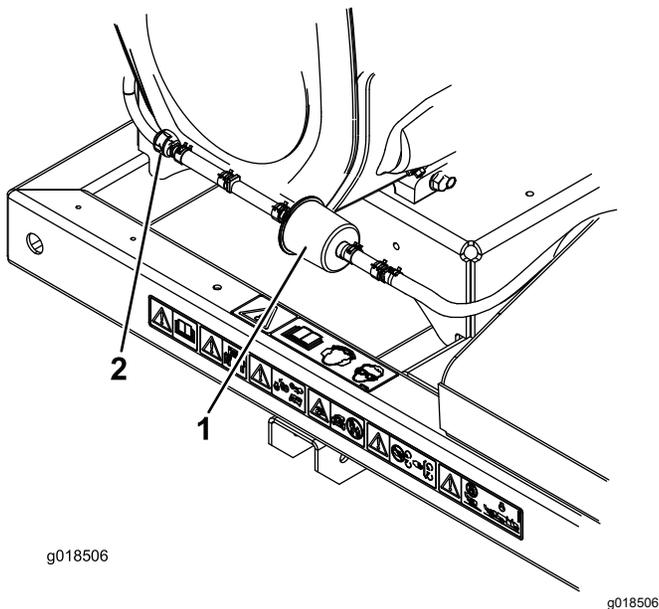

Figure 22
2. Éloignez du filtre les colliers de flexible à ressort de chaque côté du filtre à charbon actif de tuyau de purge (Figure 22).
3. Déposez le filtre à charbon actif et mettez-le au rebut (Figure 22).
4. Posez un filtre neuf dans le flexible en dirigeant la flèche vers le clapet antiretour et fixez-le en place avec les colliers (Figure 22).